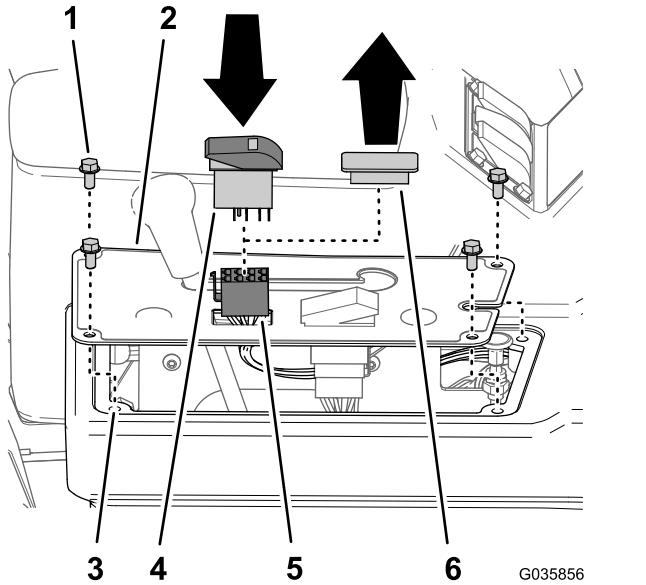

Figura 34
- Se instalados, retire os quatro parafusos de cabeça flangeada ($\frac{1}{4}$ pol. x $\frac{1}{2}$ pol.) que prendem a cobertura do painel à parte superior da consola, como se mostra na Figura 34.
- Retire a tomada do interruptor da cobertura do painel da consola (Figura 34).
- Ligue o conector de 8 tomadas da cablagem do kit de acabamento Ultra Sonic Boom através da abertura na cobertura do painel (Figura 34).
- Ligue o conector de 8 tomadas do kit de acabamento Ultra Sonic Boom identificado SONIC MODE MANUAL VS. AUTO (modo Sonic manual vs. auto) ao interruptor oscilador (Figura 34).
- Insira o interruptor oscilador na abertura do painel até o interruptor ficar bem preso (Figura 34).
- Alinhe os orifícios na cobertura do painel com os orifícios na parte superior da consola (Figura 34).
- Instale o painel na consola com os 4 parafusos (Figura 34) que removeu no passo 1.